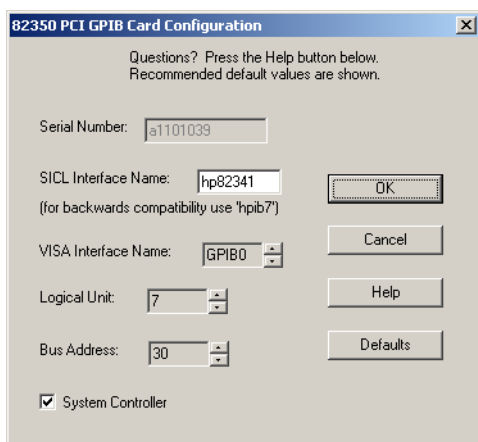

図 36 Agilent ChemStation での使用に合わせて GPIB インターフェイスのコンフィグレーションを行う
- 5 **SICL Interface Name** には "hp82341"、**Bus Address** には "30" を指定し、さらに 図 36 に示すように "System Controller" にチェックをつけてください。ダ
以下の値を設定することにより、Agilent 82341 または Agilent 82350 GPIB インターフェイスを Agilent ChemStation から使用できるようにします。設定可能なフィールドはインストールしたインターフェイスのタイプにより異なります（86 ページの図 36 参照）。